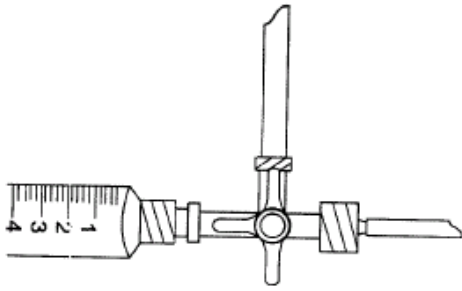

Figura A-6
6. Rode a válvula de segurança para isolar a válvula do conjunto do manômetro, ligando a seringa ao manômetro (figura A-6).
4. Ajuste a válvula de segurança para ligar a seringa ao manômetro (figura A-6) e encha novamente o manômetro até uma altura igual à do valor de pressão de abertura da válvula mais 50 mm. Por exemplo, uma válvula de pressão fixa de precisão de alta pressão está predefinida para uma pressão de 130 mm H2O (1274 Pa), de forma a que a altura do líquido no manômetro seja de 130 mm + 50 mm = 180 mm (18 cm) (1274 Pa + 490 Pa = 1764 Pa).